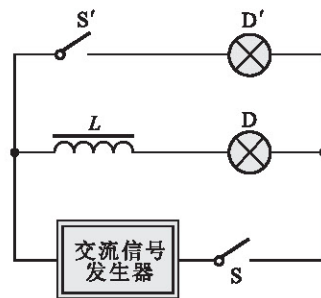

图 2-5-1
1. 将带铁芯的电感器 $L$ 和灯泡 $D$ 串联,再与另一完全相同的灯泡 $D'$ 并联,接在以交流信号发生器为电源的两端,如图2-5-1所示.闭合开关 $S$ 和 $S'$ ,观察两个灯泡发光的亮度有何不同?